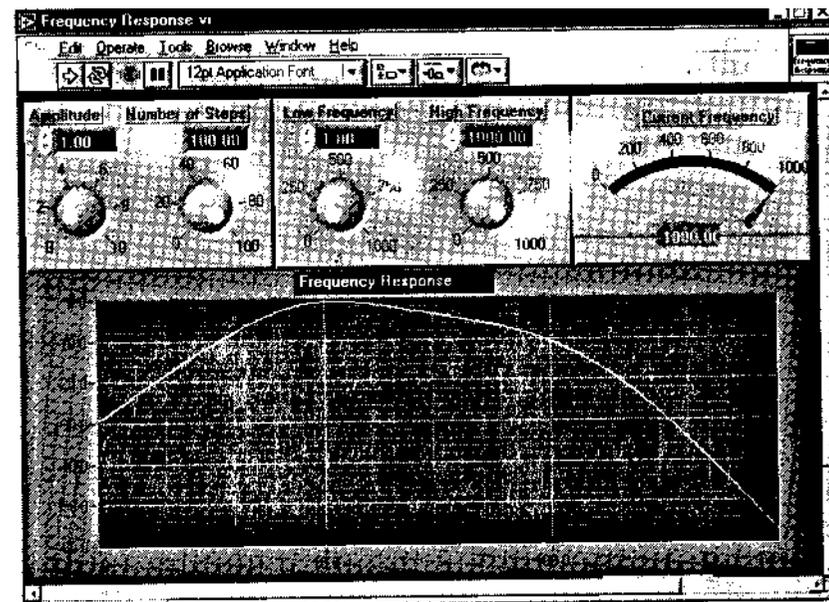

Рис. 1.11
2. Выберите **каталог EVERYONE**!, а в нем - библиотеку **CH1.LLB**. Затем дважды щелкните по виртуальному прибору **Frequency Response.vi**. (Если у вас полная версия LabVIEW, этот пример находится в директории `examples/apps/freqresp.lib`.) Появится лицевая панель, изображенная на рис. 1.11.